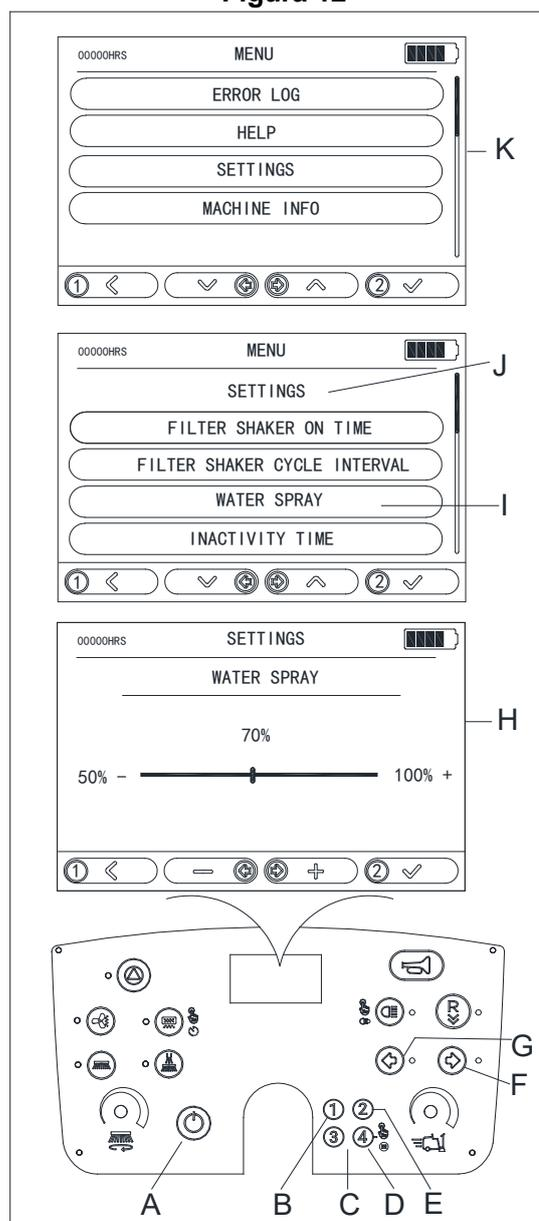

Figura 13
1. Premere il pulsante di accensione (A, Figura 13).
2. Utilizzare il tastierino a 4 cifre (C, Figura 13) per inserire la password. La password predefinita è 1234.
3. Dopo aver effettuato correttamente l'accesso, tenere premuto il pulsante ④ (D, Figura 13) per 2 secondi per accedere all'interfaccia del MENU (K, Figura 13).
4. Nell'interfaccia del MENU, premere il pulsante ① (B, Figura 13) per tornare al menu precedente, premere il pulsante freccia sinistra (G, Figura 13) per scorrere verso il basso, premere il pulsante freccia destra (F, Figura 13) per scorrere verso l'alto, selezionare "IMPOSTAZIONI", quindi premere il pulsante ② (E, Figura 13) per confermare la selezione ed entrare nell'interfaccia delle impostazioni (J, Figura 13).
5. Nell'interfaccia IMPOSTAZIONI (J, Figura 13), selezionare (I, Figura 13) ACQUA NEBULIZZATA per accedere all'interfaccia delle impostazioni per ACQUA NEBULIZZATA (H, Figura 13).
6. Premere il pulsante freccia sinistra (G, Figura 13) per diminuire la velocità di spruzzatura, premere la freccia destra (F, Figura 13) per aumentare la velocità di spruzzatura e regolare l'impostazione desiderata, quindi premere il pulsante (E, Figura 13) per aggiornare la modifica.